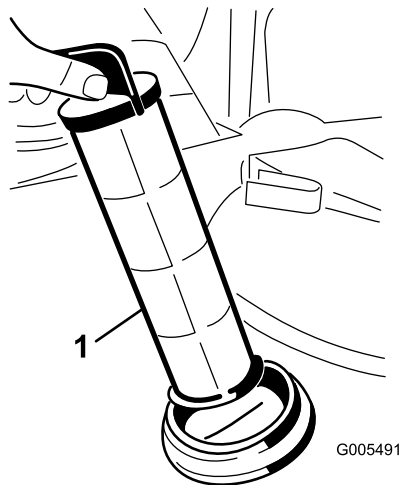

Figura 17
4. Retire el filtro de aspiración del alojamiento del filtro del depósito (Figura 17).